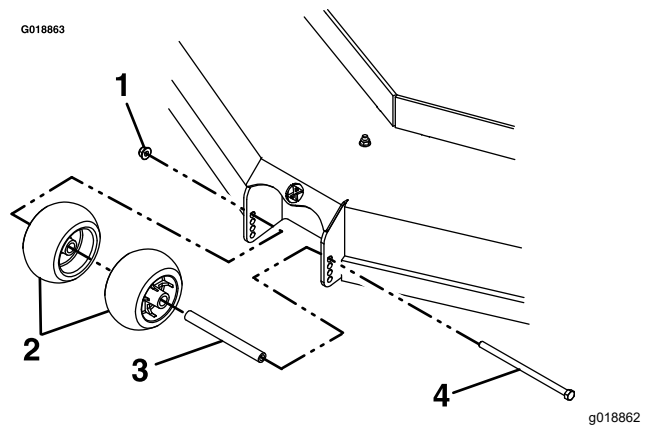

Figura 29
4. Después de ajustar la altura de corte, ajuste los rodillos protectores del césped retirando las fijaciones de montaje (Figura 29).
6. Apriete la contratuerca ($\frac{3}{8}$ ") a 41-47 N·m (30-35 pies-libra), como se muestra en la Figura 29.